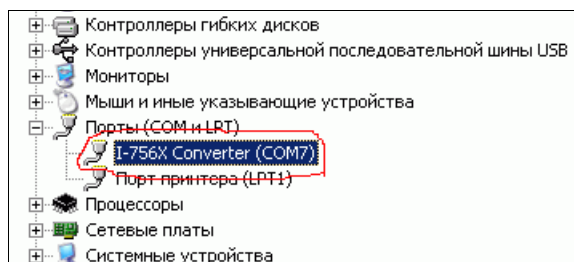

Рисунок 3.1. Правильно установленный драйвер модуля i-7561.
3.1.2 Установить по запросу Windows драйвер для преобразователя интерфейса ICP CON i-7561 с диска (расположен в папке "\\DCON\ Driver i7561 win2k\_xp 2-0-2-0-1\"). В системе появится новый COM порт (рис. 3.1).